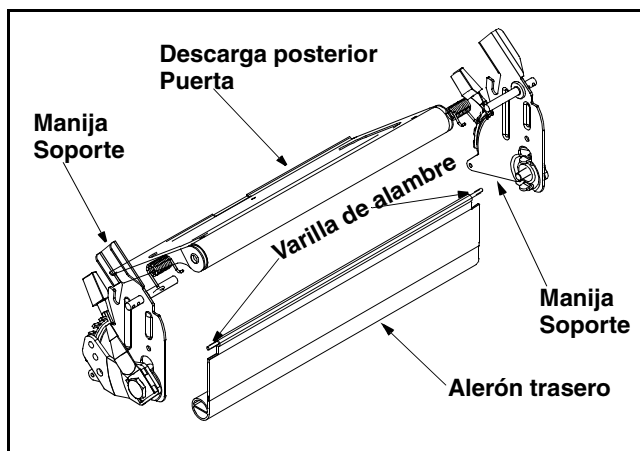

Figura 15
- Para retirar el alerón trasero, corte el extremo plano de la varilla de cable que lo sujeta a la cubierta. Ver Figura 15.